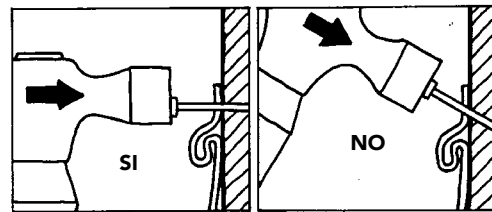

Figura 16
- Coloque los sujetadores en línea recta y nivelados para evitar que el panel se deforme o se hunda (Figura 16).